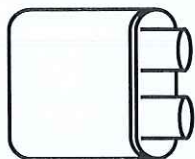

Рис. 7
2.6. Насадка для носа Prolife PNB (рисунок 7) – 1 шт.